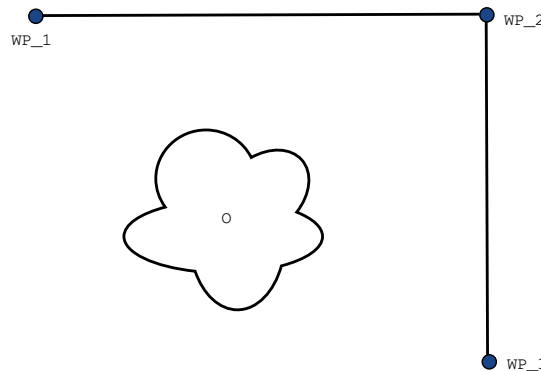

FIGURE 14.2 – WP_1: position initiale, WP_2: via point, WP_3: position de ramassage, O: obstacle.
Exemple Considérez une application de ramassage et de placement comme un exemple (voir la figure 14.2), où le robot est actuellement au Point de cheminement 1 (WP_1), et elle doit ramasser un objet au Point de cheminement 3 (WP_3). Pour éviter les collisions avec l'objet et les autres obstacles (O), le robot doit s'approcher WP_3 dans la direction venant du Point de cheminement 2 (WP_2). Donc trois points de cheminement sont introduits pour créer un chemin qui répond aux exigences.